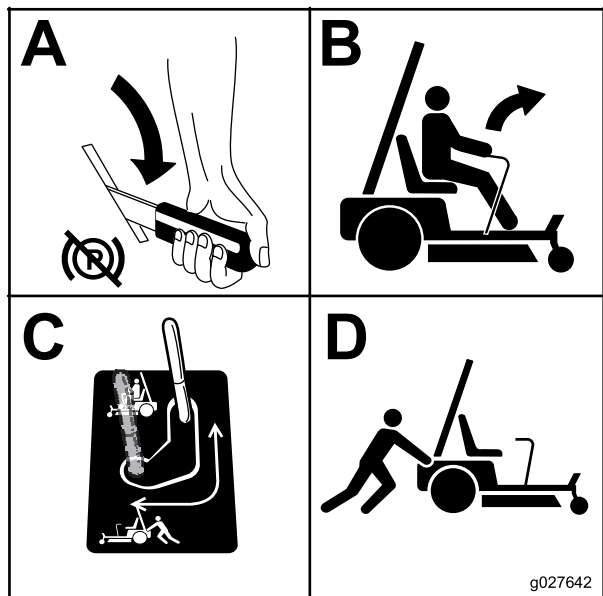

Bild 28
3. Wiederholen Sie die Schritte an jeder Maschinenseite Bild 28.
Stellen Sie den Bypass auf die Betriebsstellung (Bild 28), um die Radmotoren zu aktivieren.